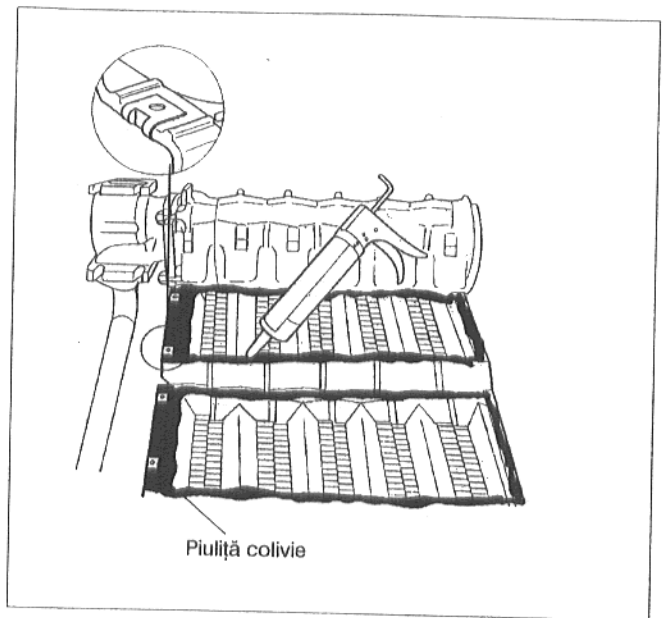

Fig. 14
- Cele 4 piulițe colivie (negre) se vor introduce la capetele din față (racordul de pe partea apei), (Fig. 14).
- Canelura etanșeității se va injecta cu chitul livrat (Fig. 14)\*. Pentru a atinge grosimea corectă a chitului (1,5 cm), tubul injectorului se va tăia la interval de 4 cm din față oblic (ca. 45°). Chitul se va injecta peste piulițele colivie.